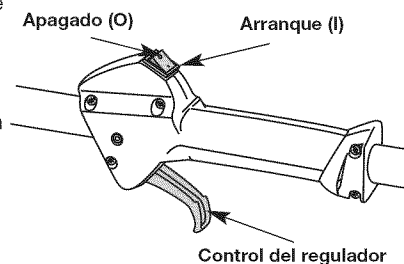

Fig. 10
**NOTA:** No hay necesidad de arrancar la unidad. El control de Encendido/Apagado está en la posición ENCENDIDO (I) en todo momento (Fig. 10).
2. Coloque el control de encendido y apagado en posición de APAGADO (O) (Fig. 10).
- Coloque el control de encendido y apagado en posición de APAGADO (O) (Fig. 10).